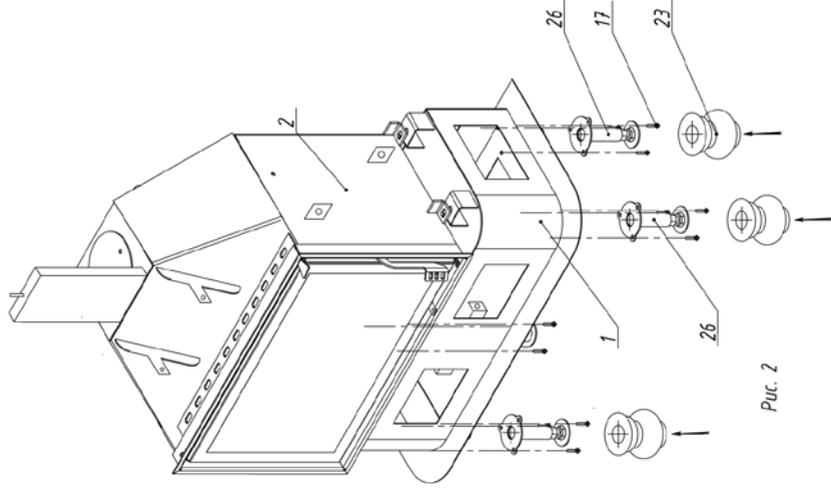

Рис. 2
2. Опоры 26 прикрепляются к основанию 2 болтами 17 ножки 23 одеваются на опоры 26 (Рис. 2)